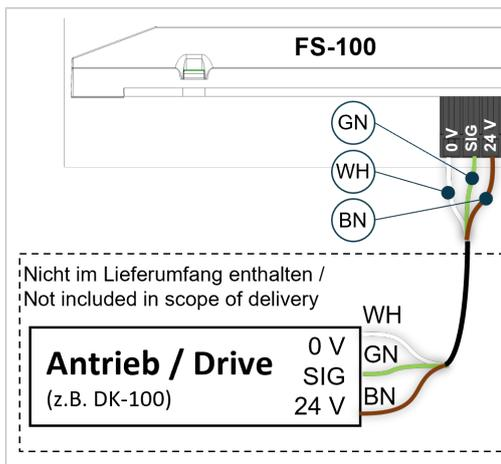

Abb. 9: Anschlussbild FS-100 (z.B. DK-100)
- Die Einzeladern der Anschlussleitung des Antriebs auf geeignete Länge abisolieren und gemäß der dargestellten Belegung (Abb. 9) an die Anschlussklemme OUT an der **FS-100** anschließen.